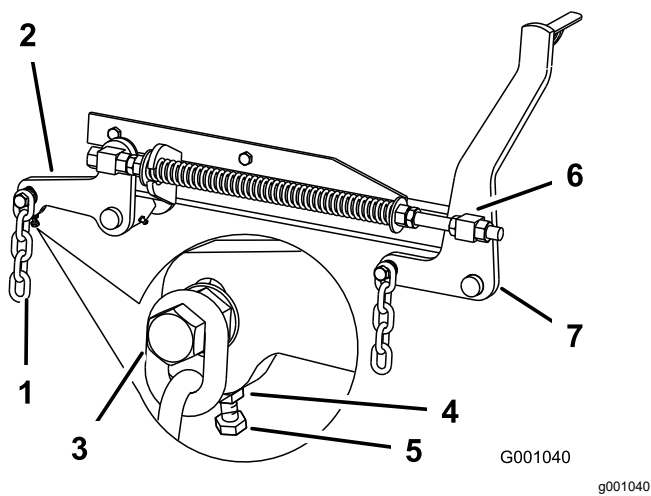

Bild 111
- Wenn die Werte an den Stellen **B** oder **C** falsch sind, lösen Sie die Schraube, mit der die hintere Kette am hinteren Stützarm befestigt ist (Bild 111).
8. Lösen Sie die Klemmmutter unter dem hinteren Stützarm und stellen Sie die Einstellschraube so ein, dass Sie einen Wert von 80 mm bis 83 mm erhalten, siehe **Bild 111**.
7. Lösen Sie die Klemmmuttern des vorderen Drehzapfens, vorne am rechten und linken Drehzapfen, um ungefähr 13 mm (**Bild 111**).
8. Stellen Sie die Hubmutter auf der linken und rechten Seite der Maschine so ein, dass Sie vorne an Stelle **A** einen Wert erzielen, der um 6 mm bis 10 mm niedriger ist als hinten an Stelle **B** (**Bild 111**).